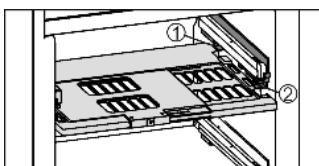

Fig. 31
- Установка пластины регулировки влажности: попреречные ребра крышки на пластине вставить через низ в задний держатель Fig. 31 (1) и защелкнуть спереди на держателе Fig. 31 (2).